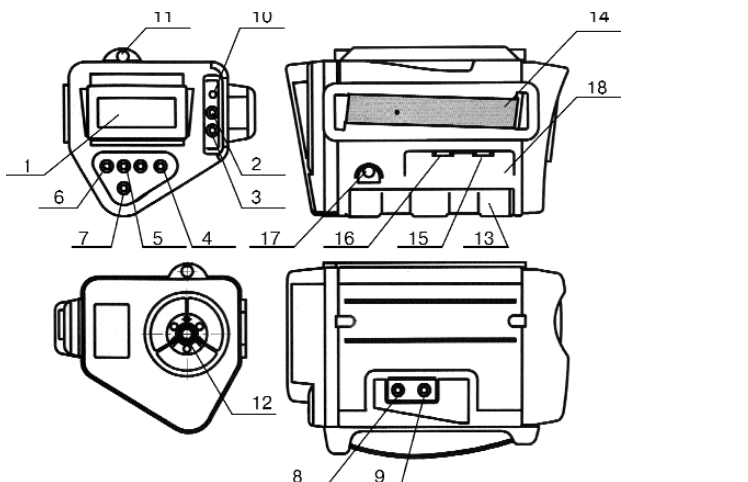

Рис. 2
5) Застежкой “репейник” отрегулировать положение ремнедержателя и длину поддерживающего ремня таким образом, чтобы рука оператора прочно фиксировалась ремнем и был обеспечен удобный доступ пальцев рук к кнопкам “ИЗМЕРЕНИЕ” поз.8 рис.2 и “ПАМЯТЬ” поз. 9 рис.2.
Включить пирометр одиночным нажатием на кнопку “Питание” поз.2 рис.2. При этом:
- индикатор “РАЗРЯД” поз.10 рис.2 коротко мигнет один раз и погаснет (если индикатор не гаснет, необходимо заменить элементы питания);
Навести пирометр на объект при помощи визира поз.12 рис. 2. Точное наведение производится при помощи лазерного целеуказателя поз.13 рис.2. Включение и выключение лазерного целеуказателя осуществляется при помощи кнопки поз.7 рис.4